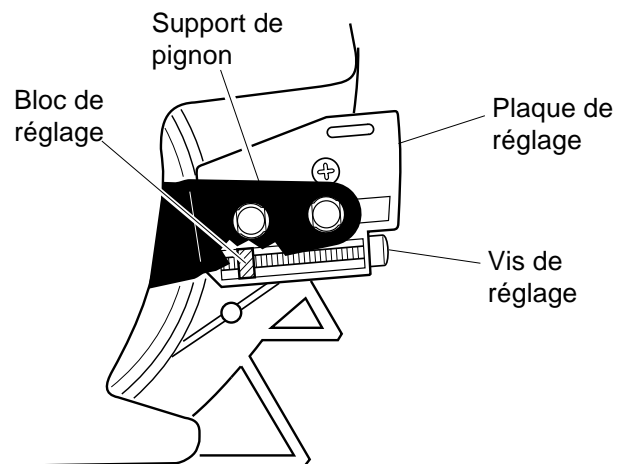

Figure 17 - Emplacement des pièces pour l'assemblage de la lame-guide
4. Tourner la vis de réglage dans le sens antihoraire. (Voir la figure 17.) Continuer à tourner la vis jusqu'à ce que le bloc de réglage soit à l'arrière de la plaque de réglage.